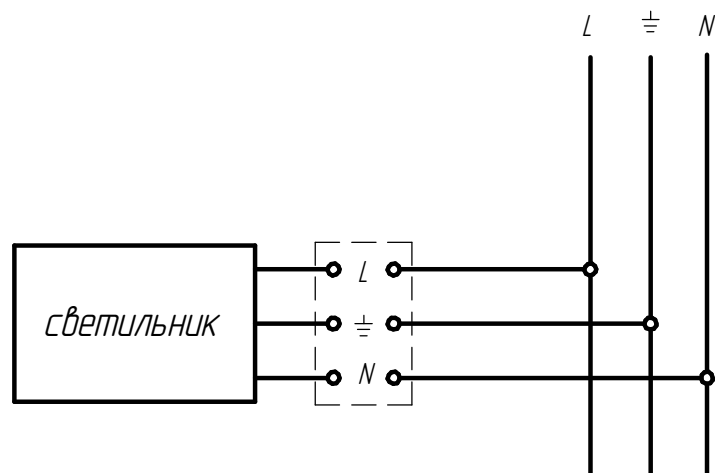

Рисунок 2 - Схема подключения светильника к сети.
6.4 Подключите светильник к электрической сети согласно схеме (см. рисунок 2).